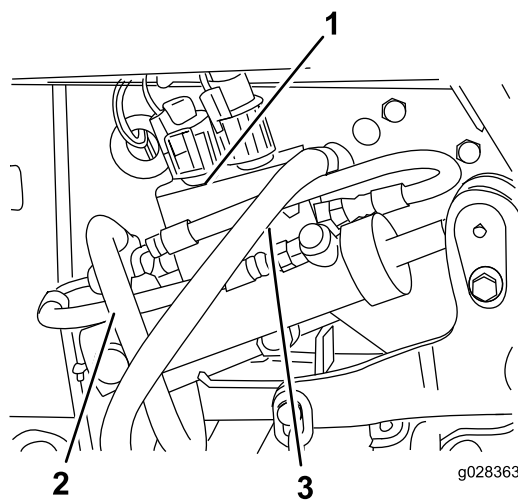

Figura 37
11. Desconecte la manguera del depósito de la válvula de control (Figura 37).